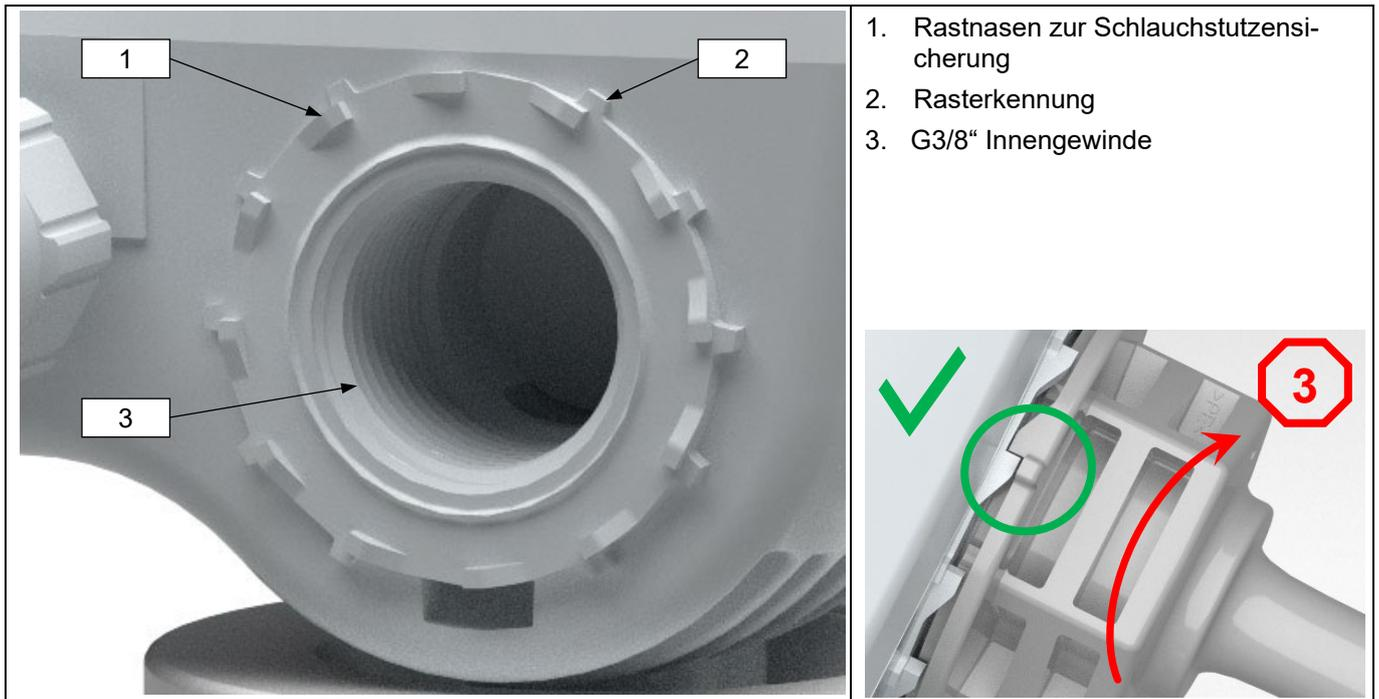

Abbildung 6
Wir empfehlen ein Anzugsdrehmoment von 2,3 Nm $-0,2$ Nm/ $+0,7$ Nm. Wenn das Anzugsdrehmoment erreicht ist, den Schlauchstutzen zur nächsten sicheren Rastnase in Anzugsrichtung (3) weiterdrehen. Auf korrektes Verrasten der Rastnasen achten (siehe Abbildung 6).
Optional kann an dem 3/8" Gewinde (Abbildung 6, Pos 2) des Kopfteils ein am Markt verfügbares Schlauchanschluss-Material montiert werden.
Für das G3/8" Gewinde (Abbildung 6, Pos 2) gibt es original elobau Schlauchstutzen. Diese sind separat als Zubehör in unterschiedlichen Größen erhältlich. (Siehe Kapitel 8 Zubehör und Ersatzteilliste).
- *Schlauchstutzen muss gemäß Abbildung 6 einrasten. Ist dies nicht der Fall, Schlauchstutzen weiter in Anzugsrichtung eindrehen, bis der Schlauchstutzen mit der nächsten Rastnase am Gehäuse sichtbar einrastet (siehe Abbildung 6).*
Schlauchanschluss-Material von Fremdanbietern können in das G3/8“ Gewinde (Abbildung 6, Pos 2) montiert werden. Voraussetzung ist ein demontierter elobau Schlauchstutzen. Lesen Sie die Vorgehensweise hierzu im Kapitel 5.4.2 Montage und Demontage Schlauchstutzen.